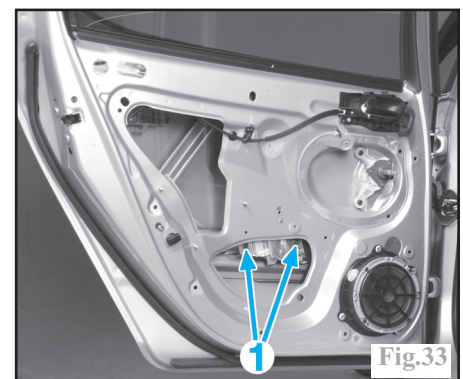

Fig.33
Remonter la glace jusqu'à faire apparaître les fixations (1) (Fig.33).